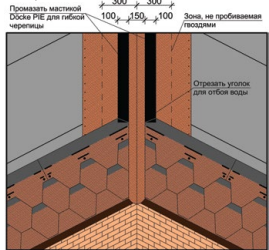

Рис. 17 Выполнение открытой ендовы
8.2.11 Если на крыше предусмотрена ендова, то монтаж гибкой черепицы начинается от неё с целого гонта. При отделке ендовы гонты необходимо подрезать так, чтобы они не доходили до оси ендовы 50–75 мм. У крайних гонтов со стороны ендовы необходимо отрезать уголок для отбоя воды и промазать мастикой Döcke PIE для гибкой черепицы полосой 100 мм. Мастику необходимо наносить шпателем, толщиной слоя не более 0,5 мм. Большой расход мастики приводит к её вытеканию и появлению вздутий на черепице. Зона, не пробиваемая гвоздями до оси ендовы, должна быть не менее 300 мм (рис. 17).